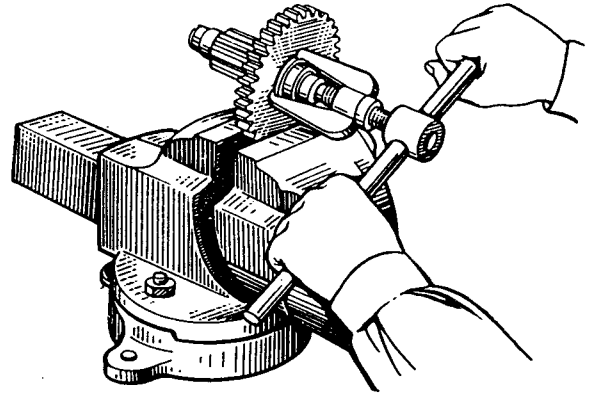

Bild 109. Ausbau des Innenringes des Zwischenwellenrollenlagers
15. Nötigenfalls Innenring des Rollenlagers der Vorgelegewelle abnehmen (Bild 109).